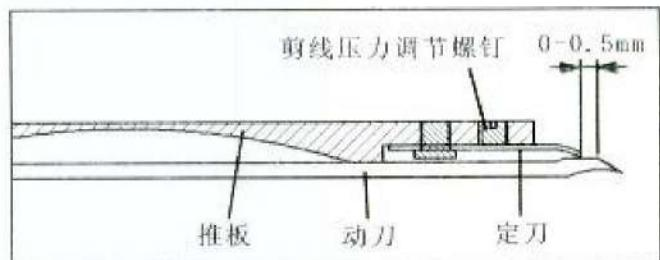

图26
4) 动刀位置的调整(图26)：
5) 动刀与定刀剪线压力的调整(图26)：